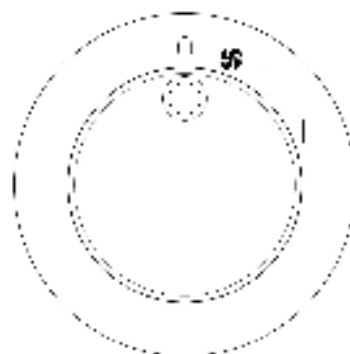

fig. 2
- Stellen Sie sicher, dass der Bezug "I" des Drehknopfes "B" (Abb. 1) mit dem Symbol "O" auf der Bedienkonsole (Abb. 2).
- *Verifique que la referencia "I" de la manija "B" (fig. 1) esté alineada con el símbolo "O", presente en el panel de mandos (fig. 2).*